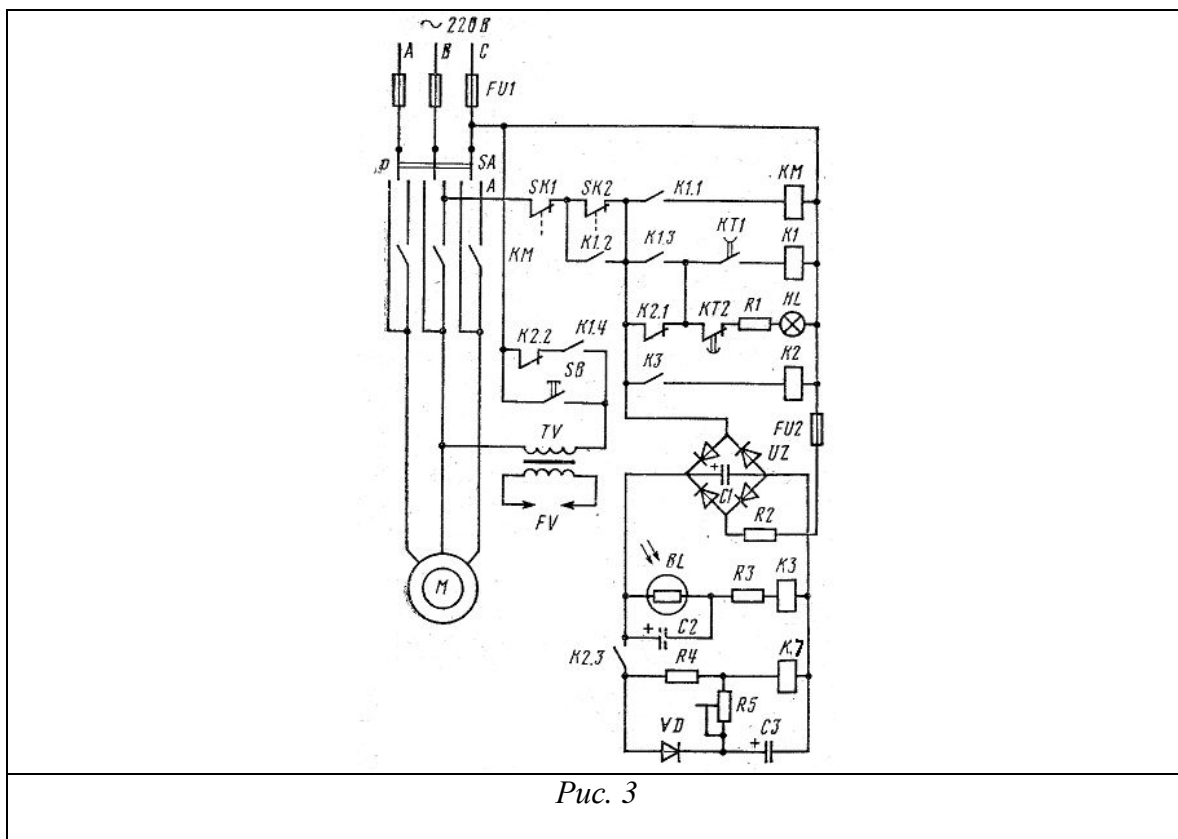

Рис. 3
3. Указать элементы электрической принципиальной схемы управления форсункой АФ 65С-220 (рис.3). Объяснить порядок работы схемы в штатных и аварийных ситуациях